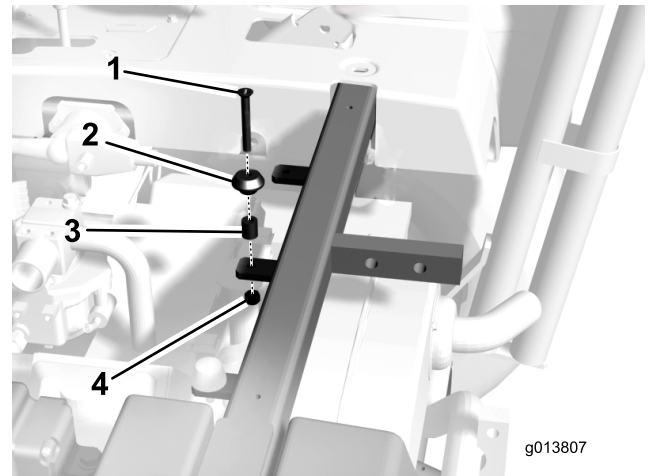

Bild 6
9. Entfernen Sie die Schraube, das Distanzstück und die Mutter, mit denen der Sitzhaltepfosten an der Rahmenlasche befestigt ist (Bild 6).